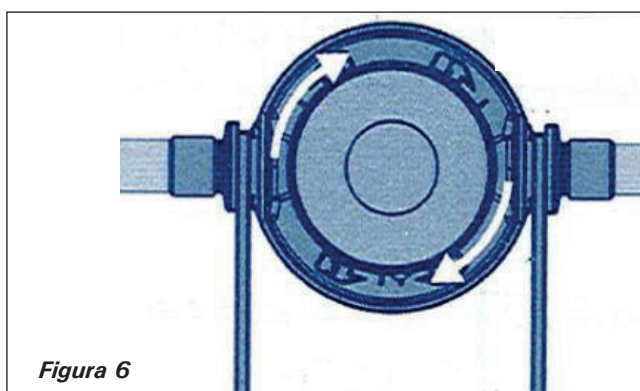

Figura 6
2. Hay cuatro ajustes de desvío disponibles. El ajuste predeterminado es «2». El ajuste de desvío puede cambiarse girando el tapón del cabezal de filtro (consulte la Figura 6). Gire el tapón hacia la izquierda o la derecha hasta que la marca apunte al número deseado y el tapón se ajuste en su lugar.
2. Sono disponibili quattro impostazioni di bypass. L'impostazione predefinita è "2". L'impostazione di bypass può essere modificata ruotando il cappuccio della testa del filtro (vedere la Figura 6). Ruotare il cappuccio verso sinistra o destra finché il segno non è rivolto verso il numero desiderato e il cappuccio scatta in posizione.